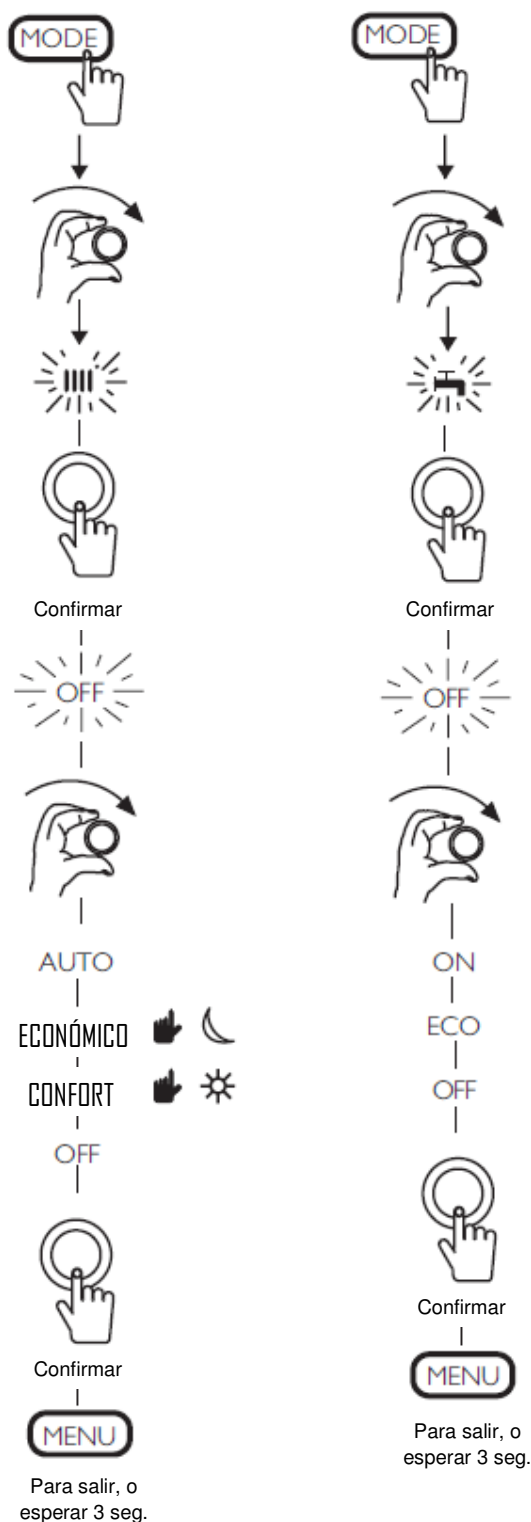

Fig. 21: Activación de los servicios de Calefacción y A.C.S.
- 1 Pulsar la tecla "MODE" y girar el selector rotatorio hasta ver intermitente el símbolo de Calefacción en pantalla. Fig. 21 (columna izq.)
- 1 Se recomienda dejar configurado este servicio en "ON". Si es necesario, cambiarlo siguiendo los pasos de la Fig. 21 (columna derecha).